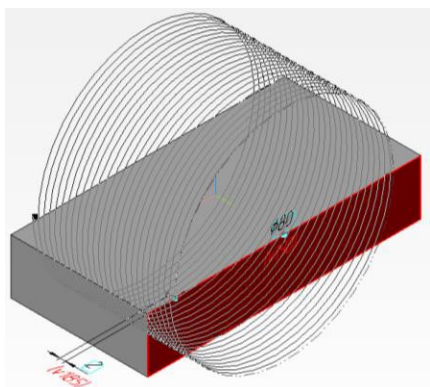

Рис. 10.
10.2. Нажмите кнопку **Цилиндрическая спираль** на панели **Элементы каркаса**. Выделите переднюю грань параллелепипеда (рис. 10). На панели **Параметров** установите следующие параметры построения спирали: **Способ построения** - по
числу витков и шагу (n,t), **Количество витков** -26, **Шаг** – 2, нажмите кнопку  **Сменить направление** рядом с полем **Шаг**, **Направление навивки**- Левое, в поле **Диаметр** введите значение 80, в поле **Размещение** введите координаты (0,0). Нажмите кнопку **Создать объект** (рис. 10.).